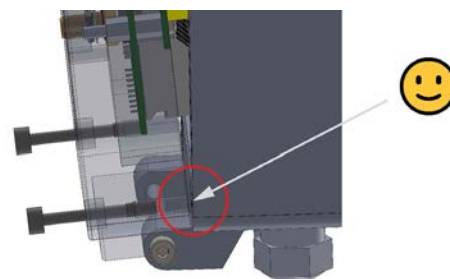

Abb. 23-3 Verschlusschrauben: gesichert / Kollision vermieden
1. **Stufe 1:** Sechs Verschlusschrauben (Abb. 23-2 Pos. 1 / Abb. 23-3 Pos. 1; Sonderanfertigung) aus dem Gehäuse (Abb. 23-3 Pos. 3) herausdrehen, bis diese sich in der Bohrung der Gehäuseklappe (Abb. 23-2 Pos. 2 / Abb. 23-3 Pos. 2) frei bewegen lassen, aber nicht herausfallen können.
2. Gehäuseklappe (Abb. 23-2 Pos. 2 / Abb. 23-3 Pos. 2) zur Schonung des Scharniers vorsichtig nach unten klappen (nicht fallen lassen).